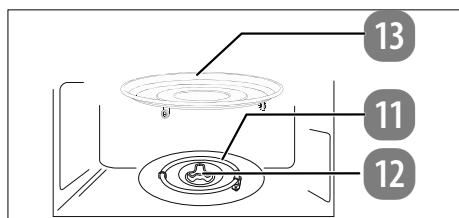

Fig. 5 – Insertion du plateau tournant
- ▶ Placez ensuite le plateau tournant au centre sur l'arbre d'entraînement (**voir Fig. 5**) de façon à ce que les barrettes du plateau tournant se placent dans les orifices de l'arbre d'entraînement.